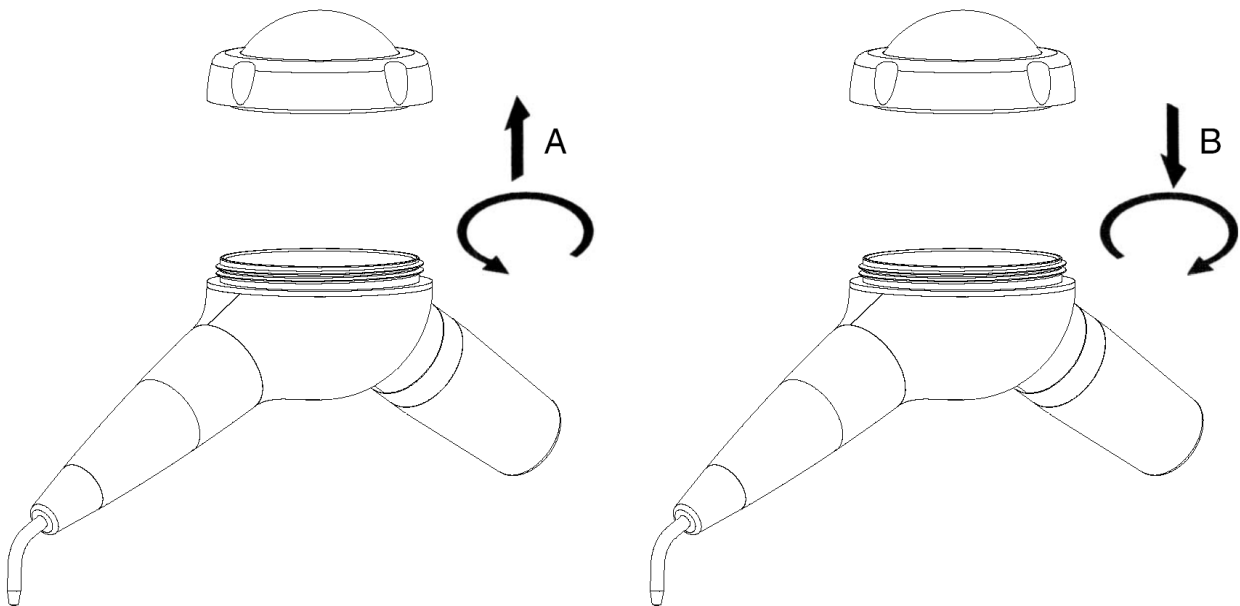

Fig. 4
4. Открутите крышку резервуара для порошка (см. рис.4 - Ref.A);
6. Закрутите обратно крышку резервуара для порошка, не прилагая усилия (см. рис.4 - Ref.B);